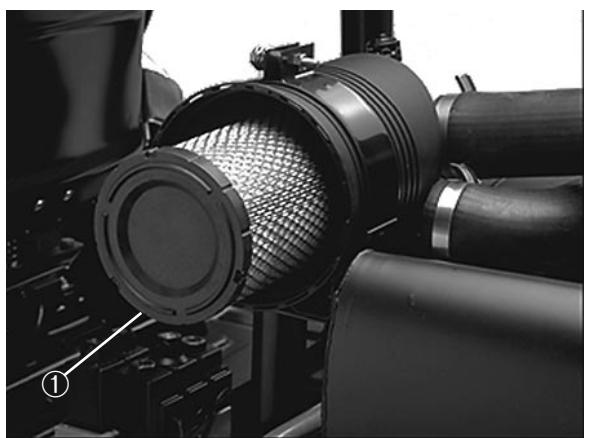

Fig. 38
2. Estrarre con cautela il filtro principale (Fig. 38) dal corpo per ridurre la quantità di polvere disturbata. Evitare di urtare il filtro contro il corpo, e non togliere il filtro di sicurezza.